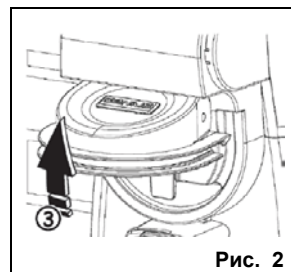

Рис. 2
2. Открыть крышку механизма отпирания. Рис. 2